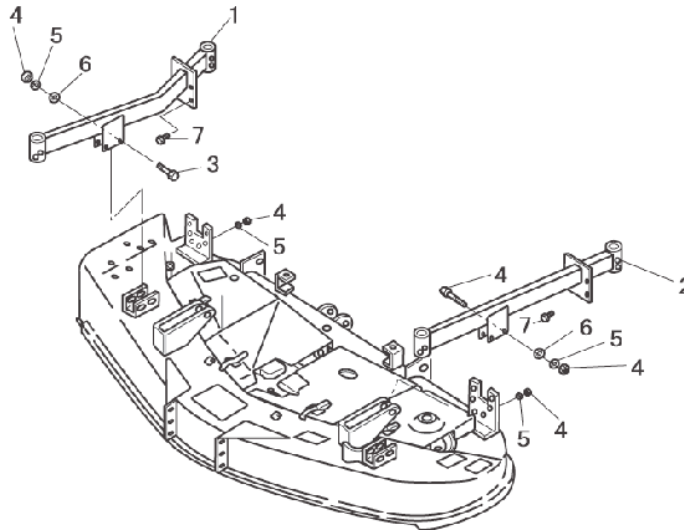

Figure 2
Assembly (Figure 2)**
(gauche et droit) (Figure 2)**
Install the caster arm ① and ② with M12 x 85 bolt ③, M12 x 25 bolt ⑦, nut ④, spring washer ⑤ and washer ⑥ as shown in Figure 2, to the tightening torque of 42 N·m (420 kgf·cm).
Monter les bras de roulette ① et ② avec un boulon M12 x 85 ③, un boulon M12 x 25 ⑦, un écrou ④, une rondelle élastique ⑤ et une rondelle ⑥ comme en Figure 2, puis serrer au couple de 42 N·m (420 kgf·cm).